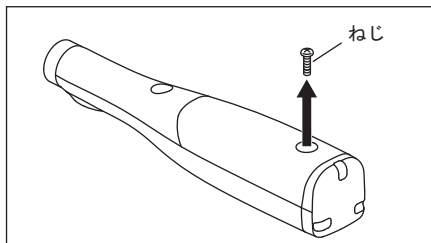

図 14
3) 電池カバーを留めているねじをプラスドライバーで取り外します。(図 14)